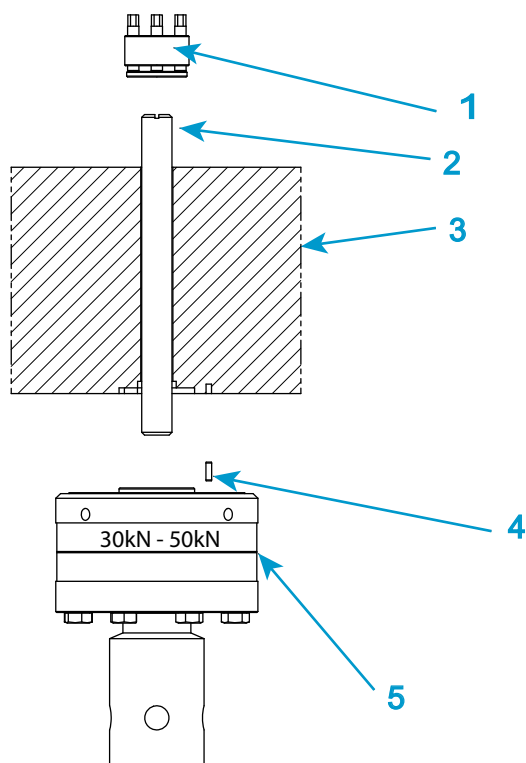

図 19. 2530 シリーズのロードセルの取り付け - 容量 30kN および 50kN
説明 図 19
- 79 ページの図 19 とそれに関連する説明文を参照してください。